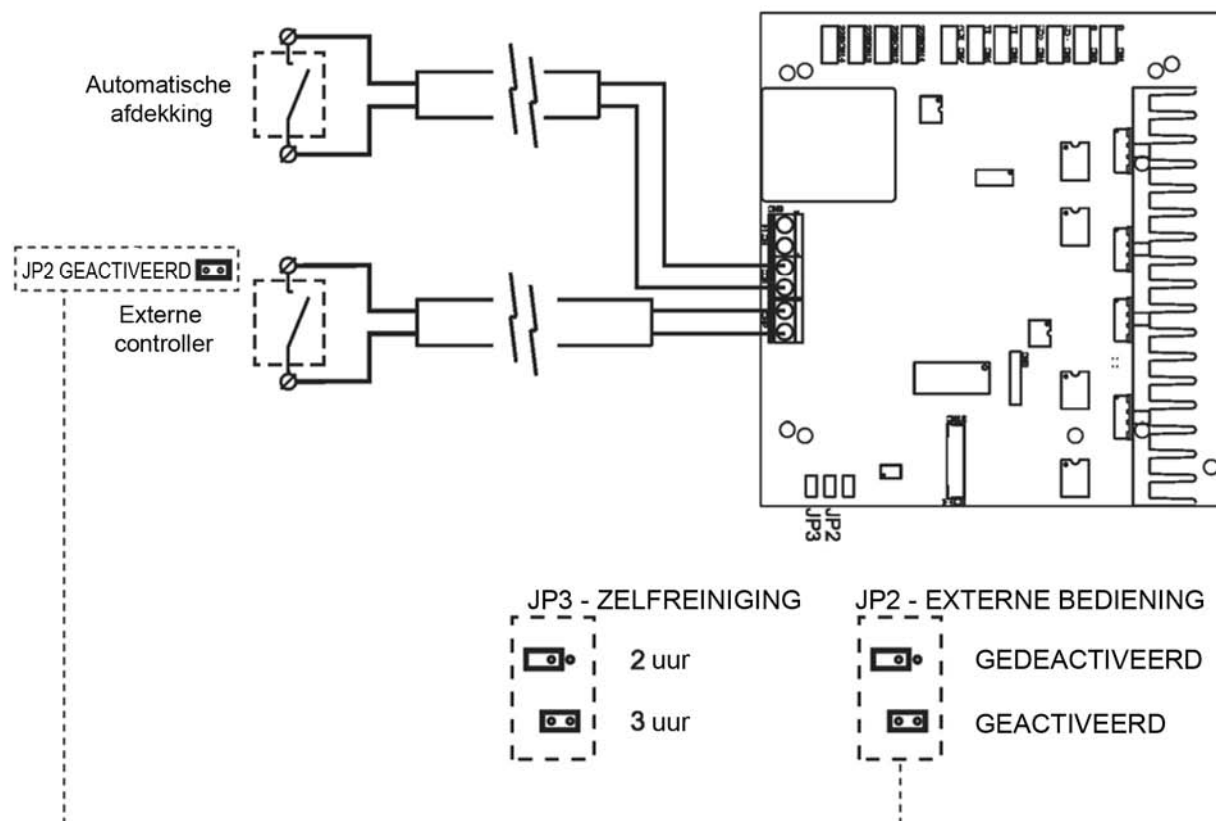

Fig. 16
- **Systeem voor ZELFREINIGING VAN ELEKTRODEN:** de leds [5] geven de polarisatiestand van de elektroden aan (negatief/positief). De inversiefrequentie kan worden geselecteerd door middel van de jumper "JP3" die zich op het bedieningspaneel van het systeem bevindt (Fig. 16). Deze configuratie zal efficiënt zijn wanneer het apparaat wordt afgekoppeld en opnieuw wordt aangekoppeld.